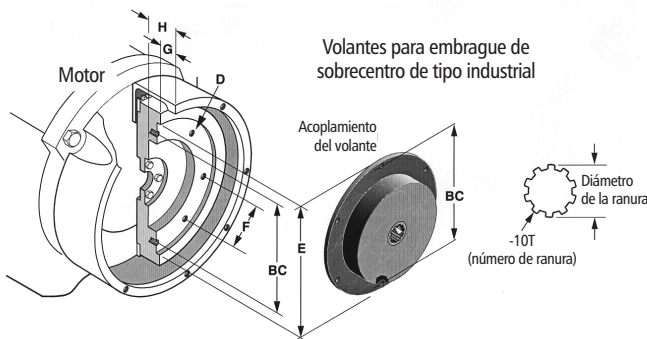

Figura 6
- La Figura 6 muestra la apariencia ahuecada de los volantes fabricados para ser utilizados en montajes de despegue propulsados con embragues de sobrecenro.